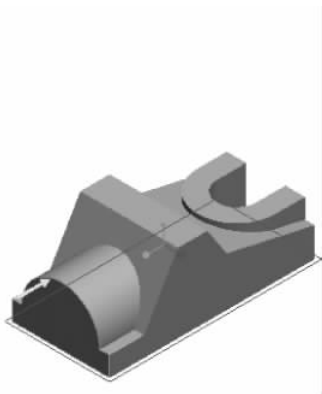

图 3-24 选择基准面
(1) 单击【草绘工具】按钮 , 出现【草绘】对话框;
① 选择前表面为草绘平面;
② 选择 TOP 基准面为参照平面;
③ 从【方向】列表选择【下】选项,如图 3-24 所示,单击【草绘】按钮,进入草绘模式;